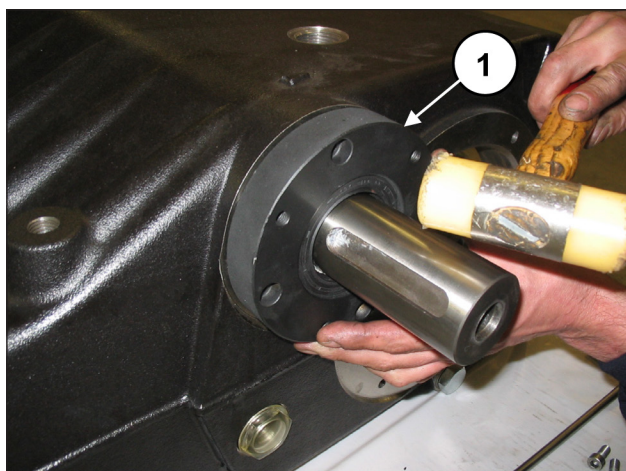
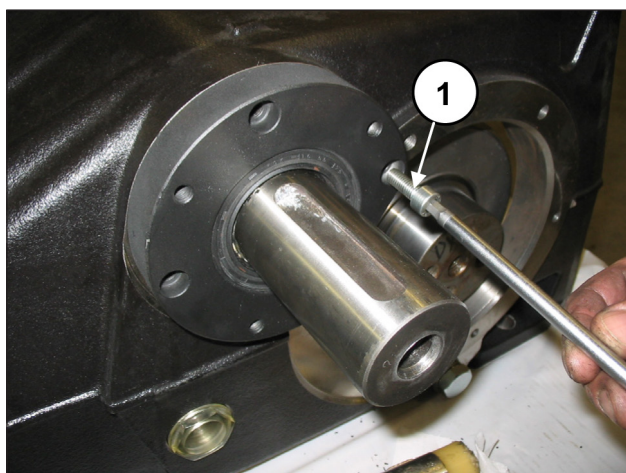

Fig. 67
Fig. 68
Instale uma primeira tampa do rolamento da tomada de força (direita ou esquerda) completa com junta de óleo no cárter da bomba usando a ferramenta cód. 27539500 (pos. ①, Fig. 67) e prenda-a com 4 parafusos M8x30 (pos. ①, Fig. 68).
Monte a tampa do rolamento PTO em falta no cárter da bomba (pos. ①, Fig. 67) e prenda-a com 4 parafusos M8x30 (pos. ①, Fig. 68).